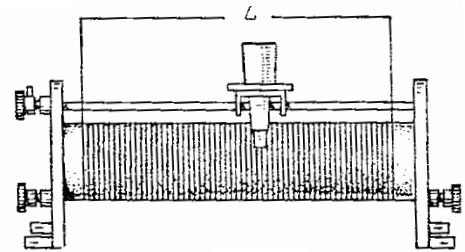

рис.9
2. Измерьте длину обмотки  $L$  реостата (см. рис.9).